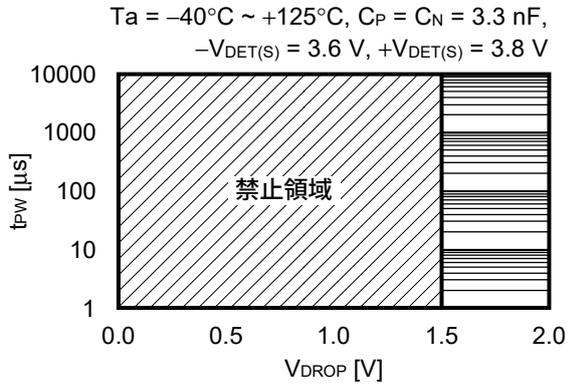
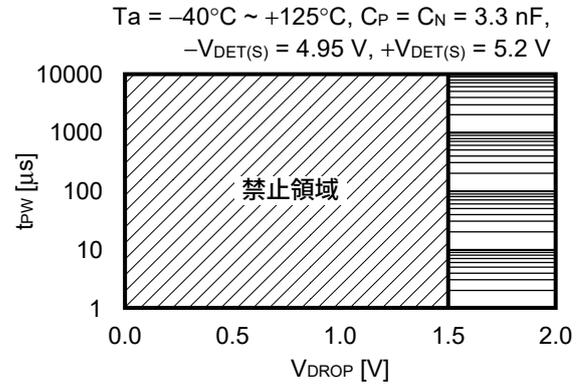

図54
図55
解除遅延時間中、V_{DD}端子 (V_{DD}検出品) が瞬間的に検出電圧 (-V_{DET}) 以下まで低下し、再度解除電圧 (+V_{DET}) 以上となったとき、正常な解除遅延時間経過後に解除信号が出力されるパルス幅 (t_{PW}) とV_{DD}下限値 (V_{DROP}) との関係を図54、図55に示します。
- 注意 1. 図54、図55は、正常な解除遅延時間経過後に解除信号が出力される入力電圧条件を示しています。禁止領域となった場合、遅延時間完了前に誤って解除されることがあります。
2. 解除遅延時間中にV_{DD}端子電圧が図54、図55に示した禁止領域となった場合、一度V_{DD}端子に0 Vを入力し、S-19110シリーズを再起動してください。